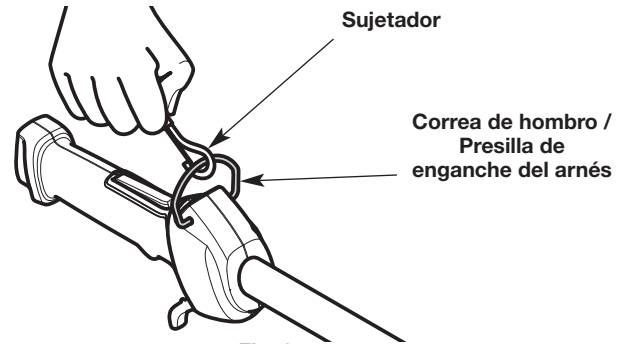

Fig. 8
5. Calce el pasador a presión sobre la correa de hombro/presilla de enganche del arnés (Fig. 8).